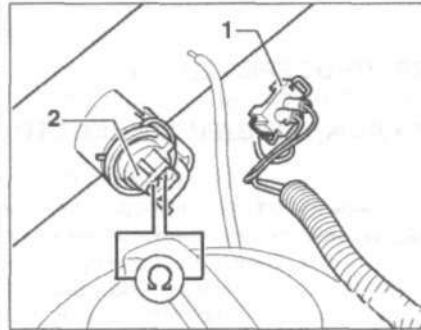
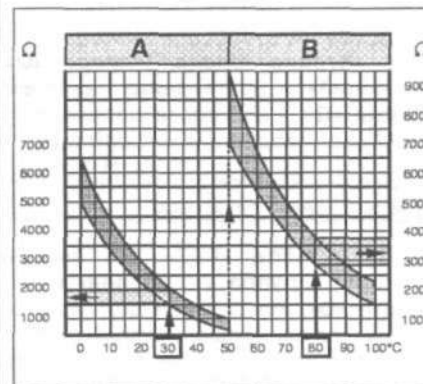

Рис. 6.81. Проверка сопротивления датчика температуры охлаждающей жидкости.
Рис. 6.82. Диаграмма для определения сопротивления датчика температуры охлаждающей жидкости в зависимости от температуры.
8. Отсоедините разъем проводки 1 от датчика 2 (рис. 6.81). Измерьте сопротивление между контактами датчика. Заданное значение показано на рис. 6.82. Площадь А показывает сопротивление в температурном диапазоне 0-50 °C, площадь В – сопротив-